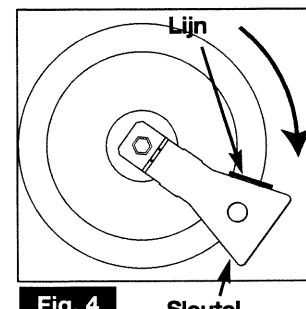

Fig. 4
- ⇒ Draai de sleutel in wijzerzin rond tot de lijn aan de andere zijde van de sleutel verschijnt (fig. 4).